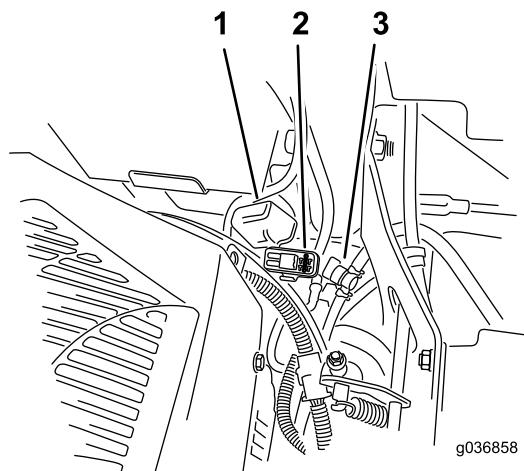

Figure 70
Los fusibles están situados en la consola de la derecha, junto al asiento (Figure 70).
- Instale un fusible nuevo (Figure 70).